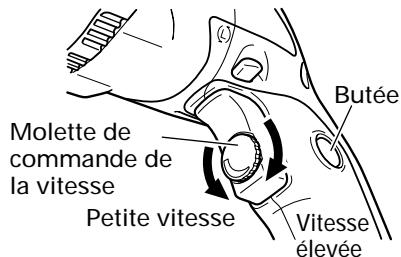

Fig. 9
- La vitesse de rotation souhaitée peut être préréglée avec la molette de commande de la vitesse. Tourner la molette de commande de la vitesse dans le sens des aiguilles d'une montre pour augmenter la vitesse et dans le sens contraire pour réduire la vitesse. (Fig. 9)